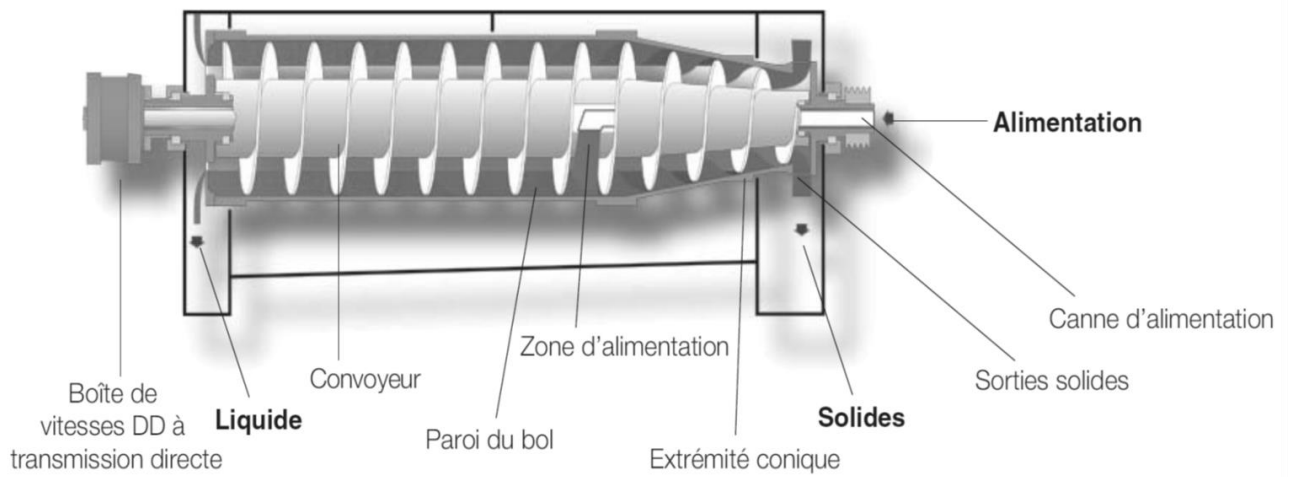

Figure 14 : Schéma d'un un bol cylindro-conique
- **A axe horizontal** : c'est un **bol cylindro-conique** qui **tourne sur un axe horizontal** et **une vis** disposée à l'intérieur du bol permettant l'évacuation des **sédiments** (**Figure 14**).